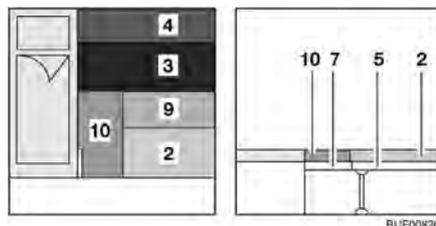

Bild 94 Nach dem Umbau
- Das Sitzpolster (Bild 94,3) in die Mitte legen.
- Das Rückenpolster (Bild 94,4) zwischen das Sitzpolster (Bild 94,3) und die Wand legen.
- Das Sitzpolster (Bild 94,2) an die Wand legen.
- Das Zusatzpolster (Bild 94,9) zwischen die Sitzpolster legen.
- Das Zusatzpolster (Bild 94,10) neben das Bett legen.